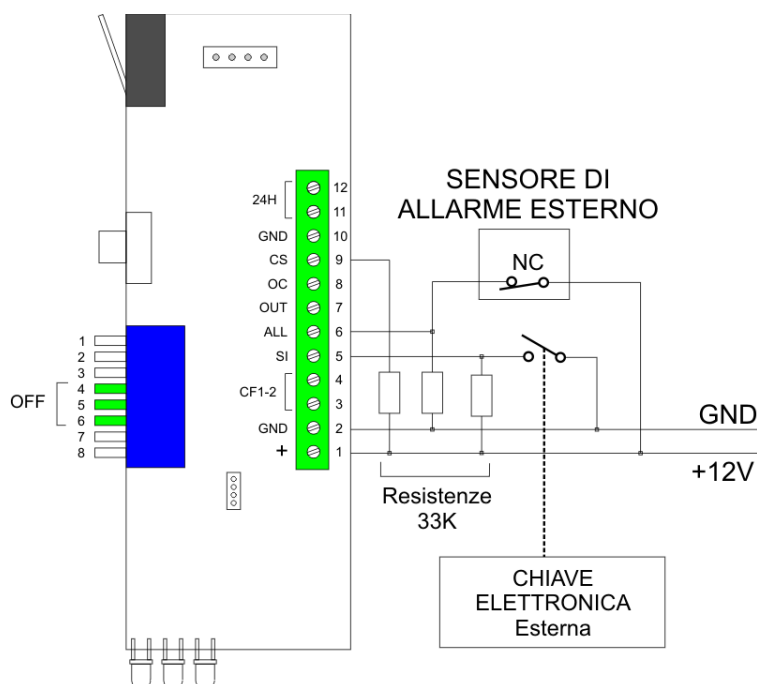

Figura 1
- L'ingresso SI (morsetto 5) è pilotato dal relè della chiave elettronica per comandare l'inserimento o il disinserimento del sistema. Lo schema di figura 1 inserisce il sistema con il contatto chiuso del relè.